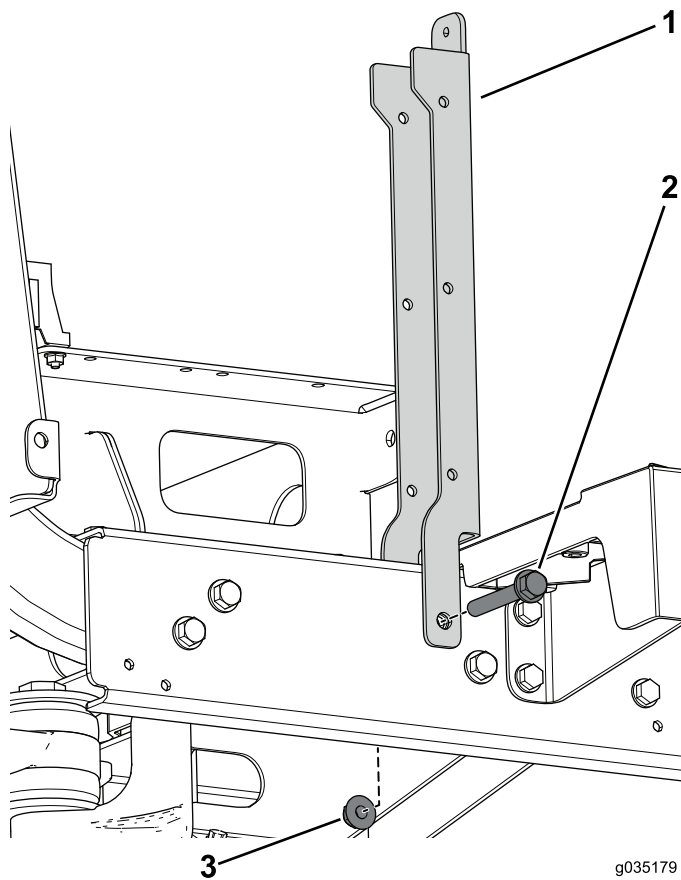

图85
4. 使用凸缘螺栓 3/8 x 2-1/2 英寸和凸缘螺母固定座椅支架 图85。